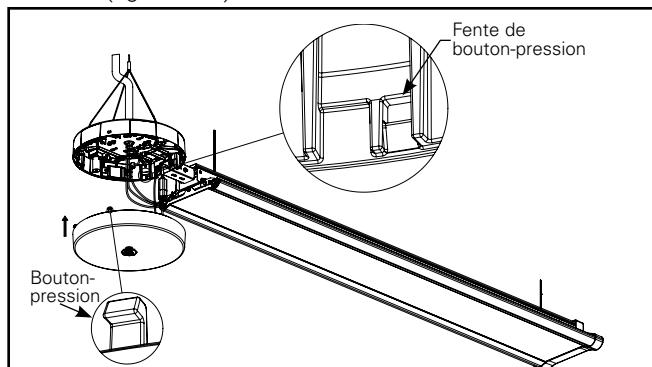

Figure 11.1
- Repérez les 4 boutons-pression du couvercle inférieur du concentrateur sur le couvercle supérieur du concentrateur (figure 11.1).